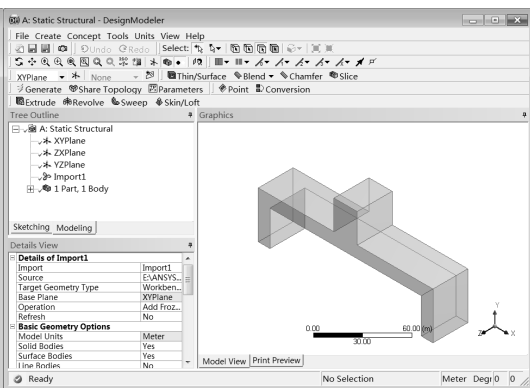

图 5-166 生成后的 DesignModeler 界面
Step4: 单击  Generate (生成) 按钮, 即可显示生成的几何体, 如图 5-166 所示, 此时可在几何体上进行其他的操作。本例无须进行操作。